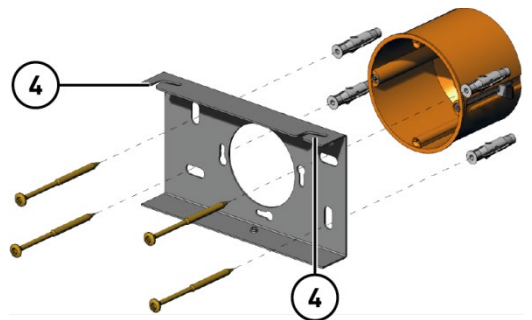

Abb. 4: Montageplatte montieren
- ▶ Montieren Sie die Montageplatte mit 4 Schrauben (nicht im Lieferumfang enthalten) an der Wand (Abb. 4).